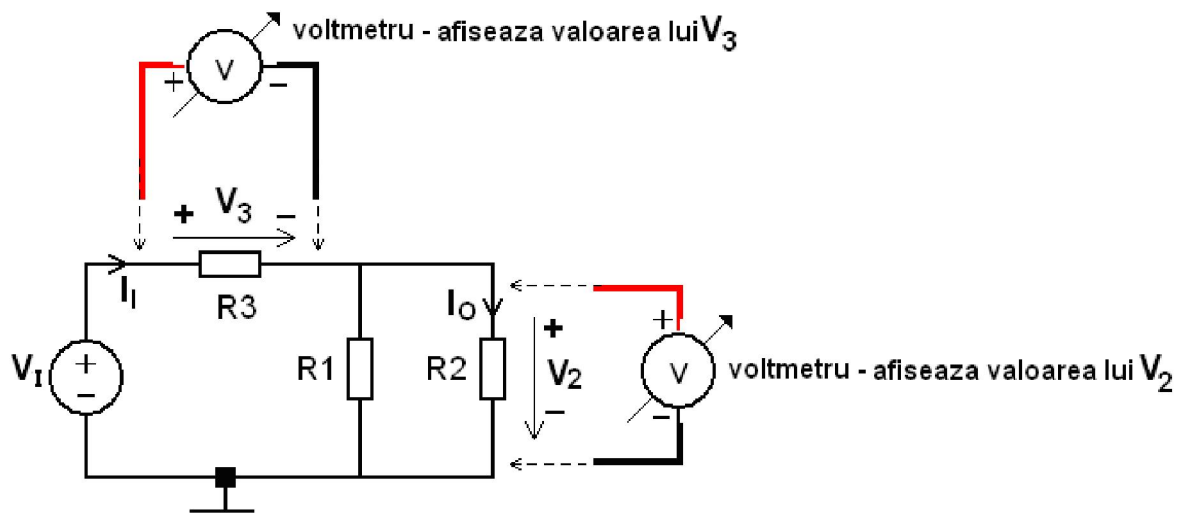

Figura 3. Divizorul rezistiv de curent – circuitul practic.
2. Se realizează pe placa de test un divizor rezistiv de curent. **Structura circuitului practic diferă de cea a circuitului teoretic și este prezentată în Figura 3.** În prealabil, se măsoară valoarea rezistenței electrice a rezistorului **R3** iar valoarea obținută se trece în Tabelul 1. În circuitul din Figura 3, V_1 reprezintă sursa de alimentare, iar firul de alimentare, care este conectat la borna + a sursei, se conectează la terminalul stâng al rezistorului **R3**, iar firul de alimentare, care este conectat la borna - a sursei, se conectează la terminalul de jos al rezistorului **R2**.
6. Se introduce voltmetrul în paralel cu rezistorul **R3** (așa cum este indicat în Figura 3) și se citește de pe ecranul aparatului de măsură valoarea tensiunii continue, obținută pe acest rezistor; în continuare, se calculează curentul de intrare în divizorul de curent cu ajutorul legii lui Ohm:
8. Se introduce voltmetrul în paralel cu rezistorul **R2** (așa cum este indicat în Figura 3) și se citește de pe ecranul aparatului de măsură valoarea tensiunii continue obținută pe acest rezistor; se calculează apoi curentul de ieșire din divizorul de curent cu ajutorul legii lui Ohm: